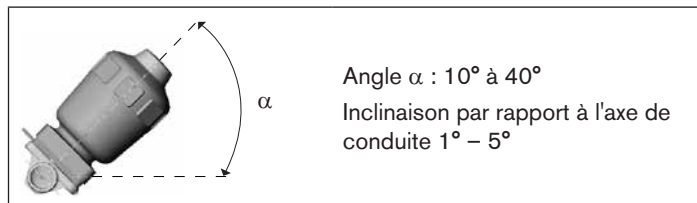

Fig. 25 : Montage pour permettre au corps de se vider automatiquement
- Montez le corps avec un angle d'inclinaison $\alpha = 10^\circ$ à 40° par rapport à l'horizontale (voir « Fig. 25 : Montage pour permettre au corps de se vider automatiquement »).